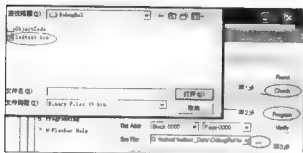

图 6-28 程序下载过程
(5) 在 H-Flasher 窗口中, 选择 “Programming”, 单击 “Check” 按钮, 会显示出 Flash 型号, 单击 “Src File” 右端的 “...” 按钮, 会弹出 “打开” 对话框, 然后找到 “ledtest.bin”, 最后单击 “Program” 按钮即可实现程序下载, 整体过程如图 6-28 所示。